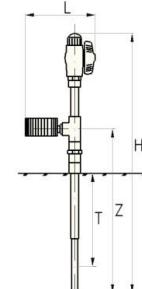

Рисунок 1 Тензіометр AQUATEC іригаційний, серія AQUAMETER PRO, модель T GL
Тензіометр AQUAMETER PRO моделі T GL містить два основні компоненти: **1 - керамічний зонд**, вбудований у жорстку полівінілхлоридну (ПВХ) трубу з гумовою прокладкою і різьбовою муфтою на її кінці. Таке виготовлення керамічного зонду з трубою, що викручується, передбачає можливість його знімання для швидкої заміни у разі пошкодження або для зміни робочої глибини встановлення тензіометра; **2 – корпус (ПВХ)**, який містить вимірювач тиску – гліцериновий вакуумметр із кольоворотною шкалою і вентиляційним клапаном, оглядовою ділянкою, яка виготовлена з прозорої ПВХ труби для візуального контролю руху вакууму і необхідності дозаправлення приладу **чистою водою***, а кульковий кран-засувку із кришкою для дозаправлення приладу (рис. 1). Кольоворотна інтуїтивно зрозуміла шкала вакуумметра відображає інтервали потенціалу ґрутової водоглибини для різних типів ґрунту. У зібраному стані компоненти тензіометра **герметично з'єднані** у вакуумну систему.
Тензометри мають маркування (модифікацію). T20 GL – тензометр з робочою глибиною встановлення T=20 см – відстань від поверхні ґрунту до середини керамічного зонду (рис. 1); T30 GL – тензометр з робочою глибиною встановлення T=30 см. І далі через 10 см до T=100 см та більше (за індивідуальним замовленням).
Габаритні розміри приладу: висота **H** становить від 50 до 130 см і більше, ширина **L=16** см (рис. 1). Маса тензометра без води залежно від довжини становить від 0,45 до 0,60 кг.
4. Принцип дії тензометра. Принцип дії тензометра заснований на властивості керамічного зонду пропускати ґрутову воду і не пропускати повітря до тиску барботування. В умовах взаємодії ненасиченого вологого ґрунту із стінками керамічного зонду, пори якого наскрізь водою, вода з водної камери приладу під дією капілярно-сорбційних сил переміщується до ґрунту. Під час збільшення вмісту води в ґрунті (атмосферні опади, іригаційні поливи) вода з ґрунту навпаки надходить до водної камери приладу. Водночас стрілка вакуумметра пересувається у напрямку «0». Максимальний вміст води у ґрунті за повної вологомісткості (ПВ) відповідає величині тензометричного тиску $P_s=0$. Зі зменшенням вмісту води від'ємний тиск (розрідження) збільшується $-P_s < 0$. У стані рівноваги потенціал води всередині тензометра (показання вакуумметра) дорівнює сумі матричного потенціалу – тензометричного тиску ґрунту і висоті водяного стовпа приладу – Z (рис. 1). У практичних вимірюваннях значення Z не враховують через її незначний вплив.